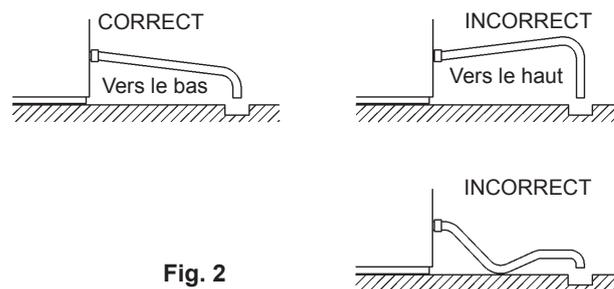

Fig. 2
* Pour éviter un refoulement à l'intérieur du bac de stockage, poser le tuyau de vidange comme illustré à la figure 2.